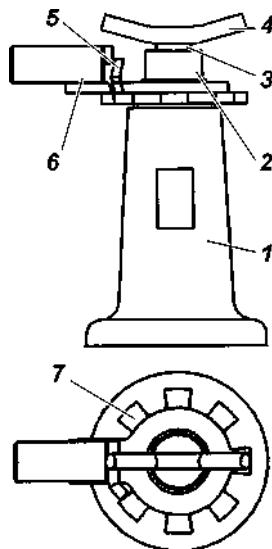
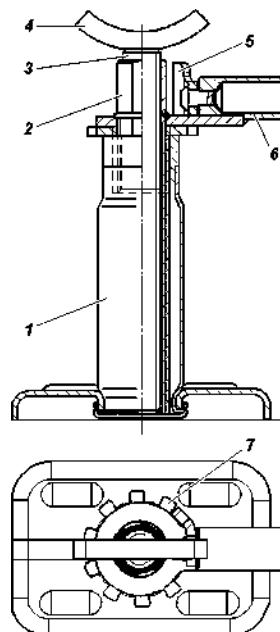

Рис. 10.1. Домкрат:
Рис. 10.2. Домкрат:
**Домкрат** (рис. 10.1 или 10.2) предназначен для вывешивания колес автомобиля при его техническом обслуживании или ремонте. Грузоподъемность домкрата, приведенного на рис. 10.1 - 2,5 т, на рис. 10.2 - 2 т. Наибольшая высота подъема домкрата, приведенного на рис. 10.1 - 435 мм, на рис. 10.2 - 460 мм.
**Последовательность действий для вывешивания колеса при применении домкрата, приведенного на рис. 10.1:**
**Последовательность действий для вывешивания колеса при применении домкрата, приведенного на рис. 10.2:**